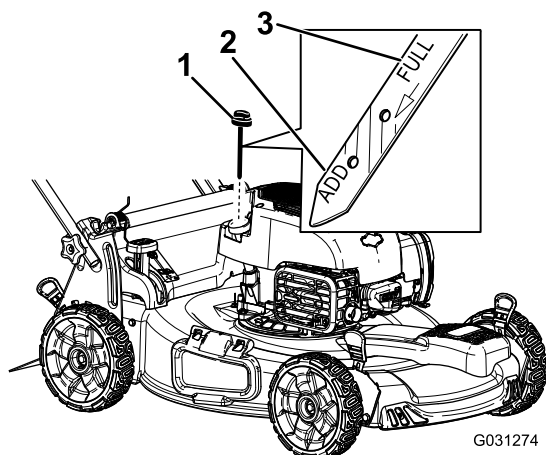

Figure 4
- Retirez la jauge (Figure 4).
- Versez de l'huile lentement dans le goulot de remplissage pour faire monter le niveau de liquide jusqu'au repère du plein (Full) sur la jauge (Figure 4).